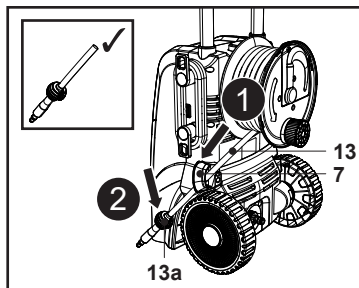

Fig. 4
2. Dirijează furtunul cu presiune (13) prin ghidaj (7), apoi prinde inelul de fixare (13a) la capăt (fig. 4, pașii 1, 2).